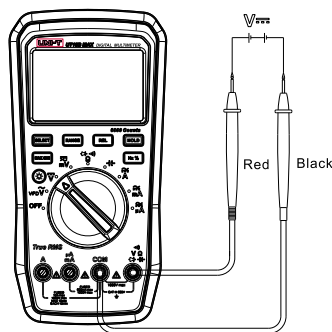

Abbildung 4
2. Messung der Gleichspannung (Abbildung 4)